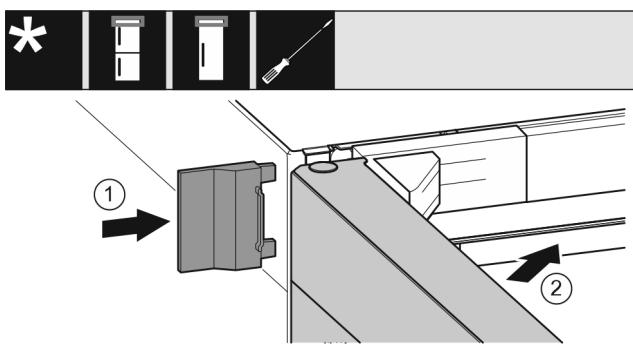

Fig. 20
- Nataknite vanjski pokrov. Fig. 20 (1)
- Zatvorite gornja vrata. Fig. 20 (2)